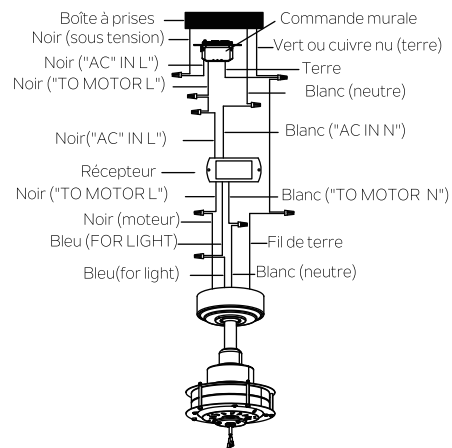

Fig. 13
Étape 2. Connexions électriques du moteur au récepteur: Connectez le fil NOIR du ventilateur au fil NOIR marqué "TO MOTOR L" du récepteur. Connectez le fil BLANC du ventilateur au fil BLANC marqué "TO MOTOR N (AU MOTEUR N)" du récepteur. Connectez le fil BLEU du ventilateur au fil BLEU marqué "FOR LIGHT (POUR LA LUMIÈRE)" du récepteur. Sécurisez les connexions des fils avec les connecteurs en plastique (fournis). (Fig. 13)
Étape 3. Connexions électriques du récepteur de télécommande à la boîte à prises: Connectez le fil NOIR (sous tension) du plafond au fil NOIR marqué "AC IN L" de la commande murale. Connectez le fil BLANC (neutre) du plafond au fil BLANC marqué "AC IN N" du récepteur. Connectez le fil NOIR (To Motor L) de la commande murale au fil NOIR marqué "AC IN L" du récepteur. Sécurisez la connexion des fils avec les connecteurs en plastique (fournis). (Fig. 13)
Étape 4. Si votre boîte à prises dispose d'un fil de mise à la terre (verte ou cuivre nu), connectez-la aux fils de terre du ventilateur. Si elle ne dispose pas de fil de mise à la terre, connectez le fil de terre du ventilateur au support de montage. Sécurisez la connexion des fils avec les connecteurs en plastique (fournis). Après avoir connecté les fils, séparez-les de sorte que les fils verts et blancs se trouvent sur un côté de la boîte à prises et les fils noirs et bleus de l'autre côté. (Fig. 13)